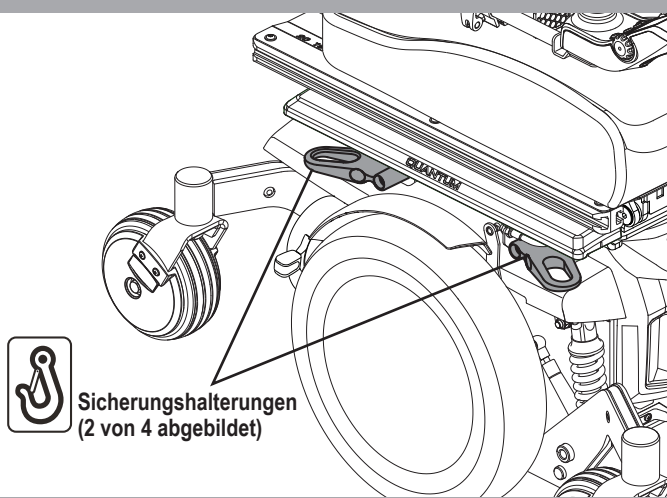

Bild 12. Transport System Sicherungshalterungen
Falls Ihr Elektrorollstuhl mit einem Transport Sicherungs System ausgestattet ist, hat er fabrikinstallierte Sicherungshalterungen und Verankerungen für Positioniergürtel sowohl vorne als auch hinten. **Siehe Bild 12.** Für mehr Informationen über die Nutzung Ihres Transport Sicherungs Systems, schlagen Sie in der mitgelieferte Beilage nach.
- Befestigen Sie die vier Sicherheitsgurte an den vorgesehenen Sicherungspunkten. **Siehe Bild 12 und 13.** Ziehen Sie die Sicherheitsgurte fest, so dass sie gut gestrafft sind.